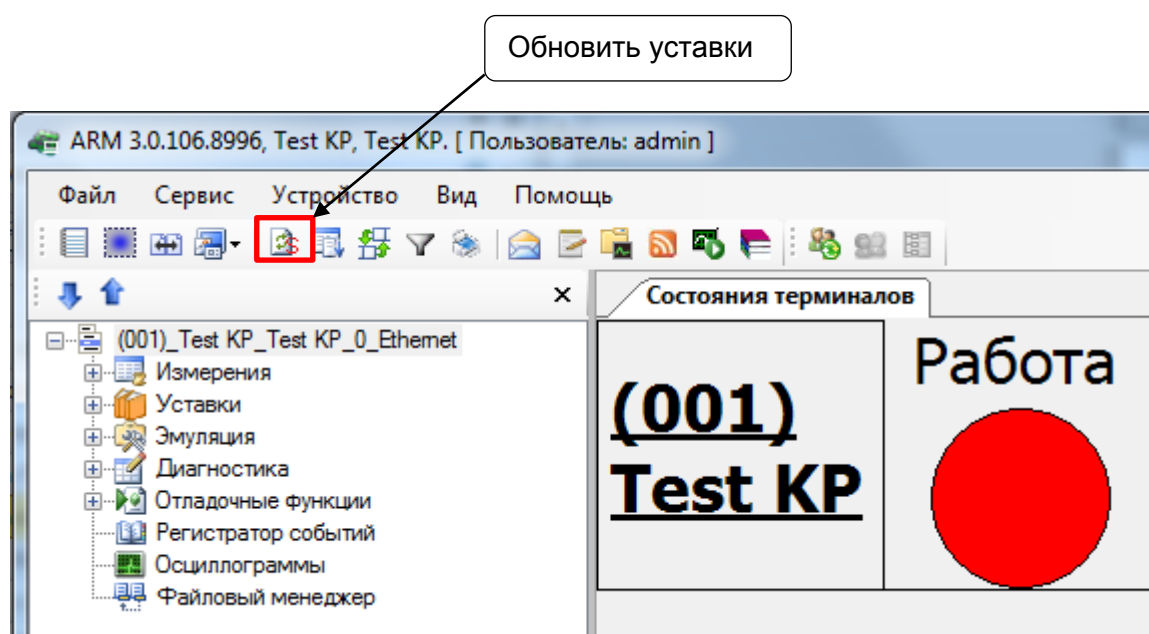

Рисунок 8 – Выбор команды «Обновить уставки»
5.2 На панели инструментов нажать на кнопку «Обновить уставки»  (см. рисунок 8).